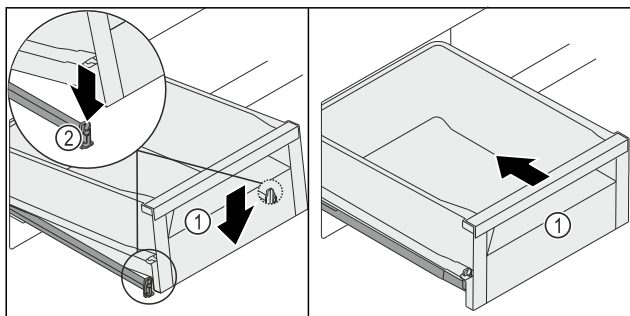

Fig. 139
- Predal Fig. 139 (1) spustite spredaj tako, da predal zdrsne v objemko Fig. 139 (2) na levi in desni.
- Predal Fig. 139 (1) se zadaj slišno zaskoči.
- Vstavite predal Fig. 139 (1).